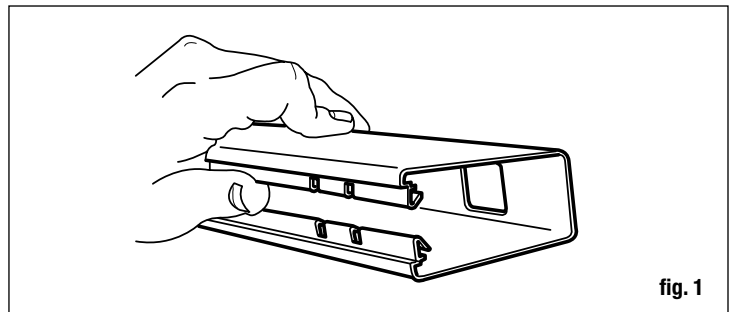

fig. 1
- Tome uno de los barandales y suavemente separe la apertura con la mano o con una cuña de madera (fig. 1). Esto se convertirá en el barandal inferior del conjunto.